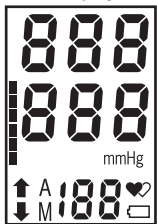

Рис.14
3. На дисплее кратковременно высветятся все символы (рис.14), прозвучат два коротких звуковых сигнала. После звукового сигнала, на экране высветится "0" и начнет мигать маркер "▲". Это означает, что прибор готов к измерению (рис.15).